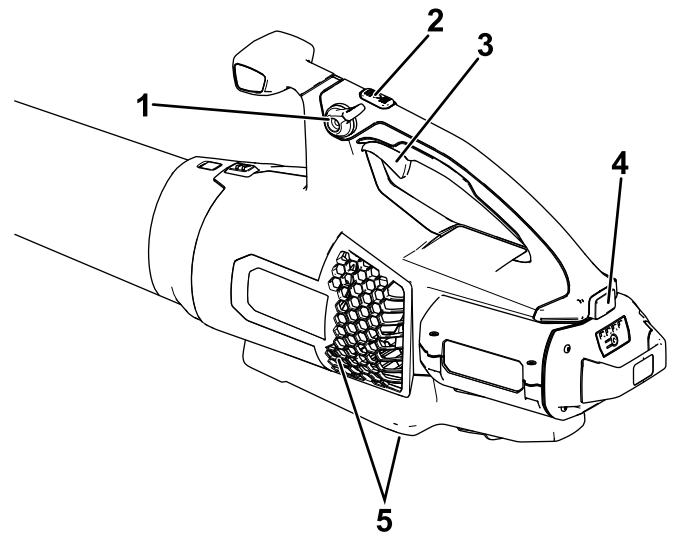

Figura 9
4. Para arrancar el soplador, apriete el gatillo de velocidad variable (Figura 9).
Nota: Active el bloqueo de velocidad para mantener la máquina encendida sin tener que apretar el gatillo de velocidad variable (Figura 9).
Para obtener el máximo rendimiento (velocidad de aire), presione a fondo el gatillo de velocidad variable, luego mantenga pulsado el botón de potencia turbo durante el tiempo deseado (Figura 9).
Para ajustar la velocidad del aire mientras sopla, utilice el gatillo de velocidad variable (Figura 9).
Para mantener la velocidad actual del aire, active el bloqueo de velocidad (Figura 9).
Para apagar el soplador, desactive el bloqueo de velocidad (si lo está usando) y suelte el gatillo de velocidad variable (Figura 9).